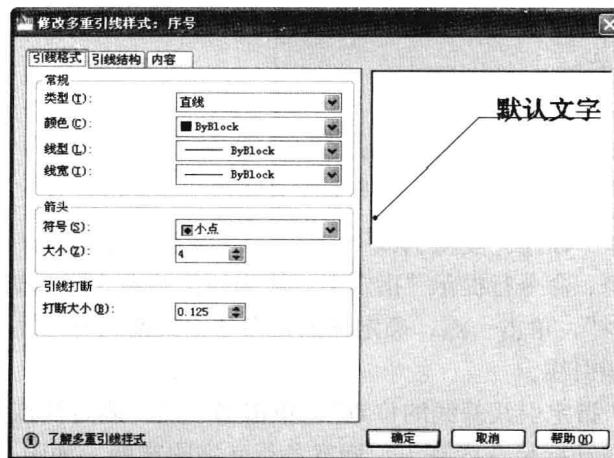

图 7-5-6
(1) 选择菜单命令“格式 / 多重引线样式”，打开“多重引线样式管理器”对话框，单击“新建”按钮，在打开的“创建多重引线样式”对话框中输入新样式名“序号”，单击“继续”按钮。
(2) 打开“修改多重引线样式”对话框，单击“引线格式”选项卡，“类型”选择“直线”，箭头“符号”选择“小点”，大小为 4，如图 7-5-6 所示。